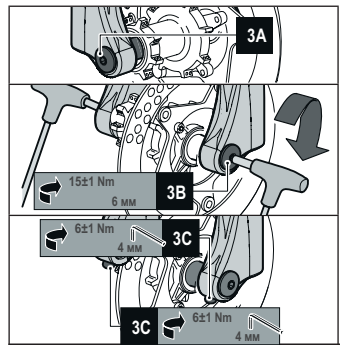

Рис. 3
- Установите колесо таким образом, чтобы ось совпадала с крепежами вилки (См. 3А Рис. 3).
- Вставьте ось с правой стороны сквозь крепеж вилки, втулки колеса и закрепите специальным болтом слева. (См. 3А Рис. 3).
- Затяните болты оси усилием 15±1 Nm, используя шестигранный 6 мм. (См. 3В Рис. 3).
- Затяните болты, фиксирующие ось на «штанах» вилки, используя шестигранный 4мм с усилием 6±1 Nm (См.3С Рис. 3).